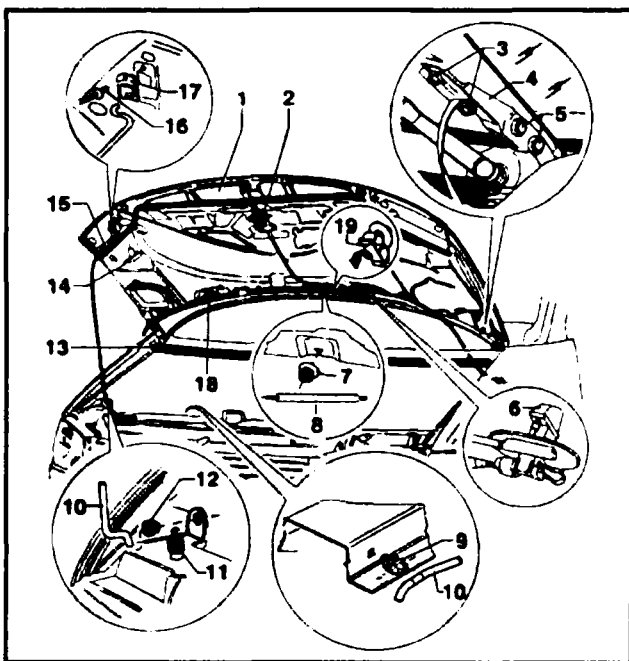

Рис. 10.17 Места крепления крышки капота- модели выпуска с 1996 г
- ◆ Отсоедините от капота тягу привода замка, шланг омывателей ветрового стекла и провода системы электроподогрева форсунок омывателя (см. рис. 10.17).